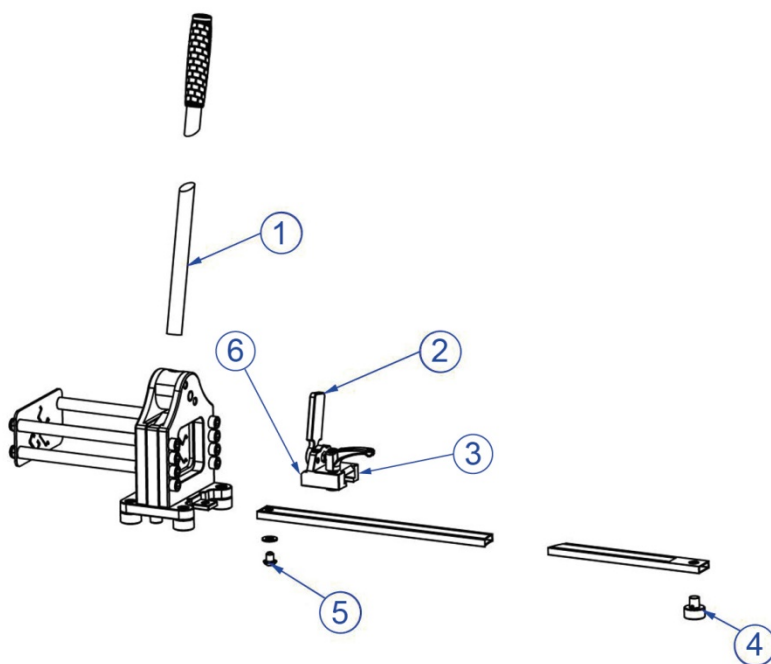

Bild 3: Ordningsföljd montage
- Skruva först fast handspaken i excenterspännaren (bild 3, pos. 1) och dra åt ordentligt.
- Skjut därefter på den märkta linjalen på bottenplattans klack och fixera med M10x16-skruv och underläggsbricka (bild 3, pos. 5).
- Skjut nu på anslaget (bild 3, pos. 3) på linjalen enligt bilden och klicka fast det separata stödbenet (bild 3, pos. 4) i linjalens bakre öppning.
- Det gör du genom att ställa in anslaget med avläsningskanten (bild 3, pos. 6) på t. ex. 112,5 mm och mäta avståndet mellan anslagsluckan (bild 3, pos. 2) och kapplattan med en stålmåttstock.
- Dra åt M10x16-skruven (bild 3, pos. 5) ordentligt så att linjalens position blir exakt.